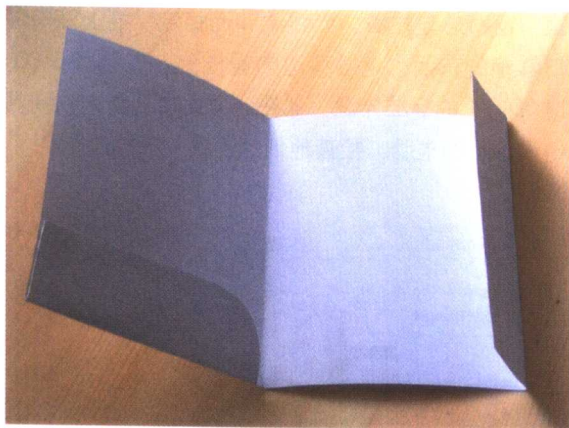

图1-2 根据业务传递单做出的模型
1. 类别：大致描述要做的是什么样的印刷品。现在要做的是一个封套，相当于在二折页面上加一个勒口和一个兜，勒口用来夹名片，兜用来装一些宣传页。对这种复杂的折叠品，往往需要先做一个模型（图 1-2）。